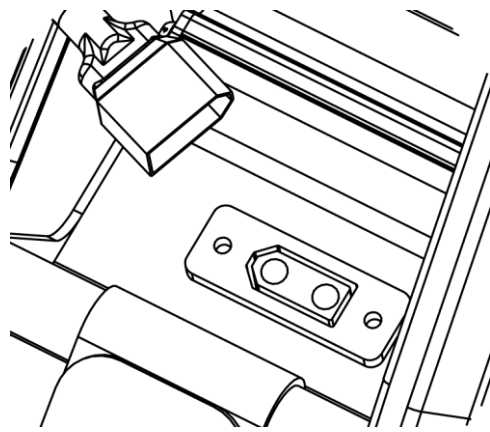

Fig. 10
1- Compruebe que la conexión de la batería y la motocicleta es correcta (Fig. 10).
- 3- Desconecte la batería como se indica en la página anterior (Fig. 10) y ponga la tapa del conector de la batería.